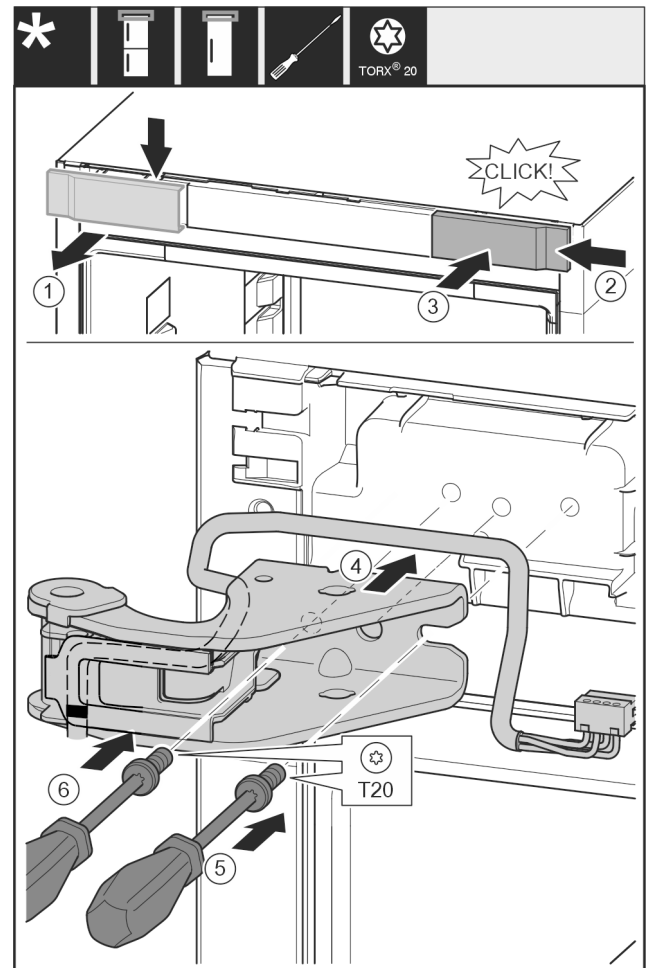

Fig. 30
- Abdeckung von oben nach vorne abnehmen. Fig. 30 (1)
- Abdeckung um 180° gedreht auf der anderen Seite von rechts einhängen. Fig. 30 (2)
- Abdeckung einrasten. Fig. 30 (3)
- Oberen Lagerbock ansetzen. Fig. 30 (4)
- Schraube mit Schraubendreher T20 ansetzen und festdrehen. Fig. 30 (5)
- Schraube mit Schraubendreher T20 einsetzen und festdrehen. Fig. 30 (6)